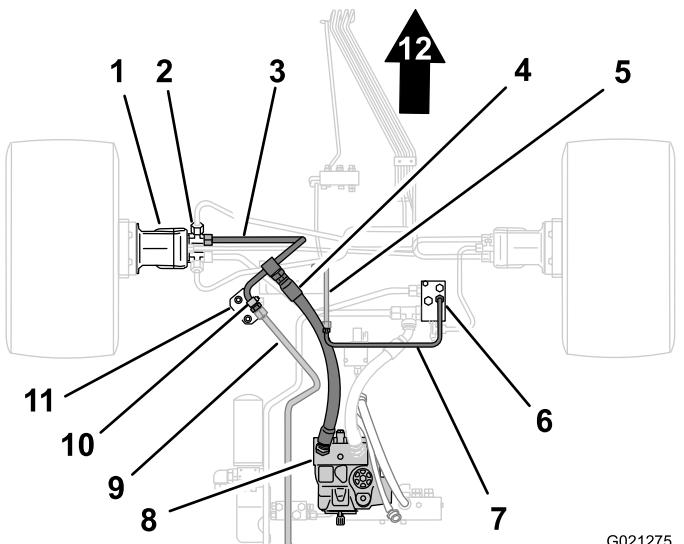
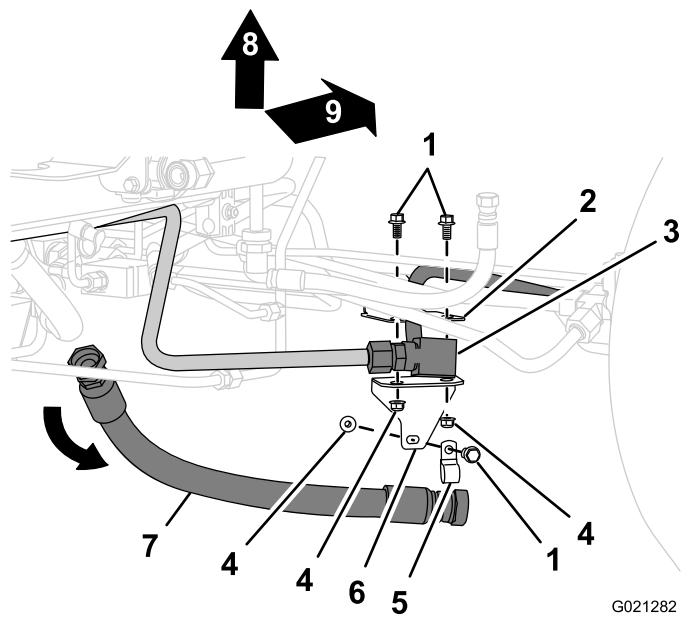

图 2
图 3
1. 在压力软管的前端下方放一个放油盘图 2。
2. 从分流器管内的接头卸下压力软管的前端将液压油从软管和管道中排出图 3。
3. 从液压泵中的接头卸下压力软管的后端然后取下压力软管参见图 2 和图 3。
2. 从后牵引歧管中的接头卸下十字管的管螺母图2或图3。
3. 从十字管中的接头卸下滤管的管螺母然后取下十字管图2或图3。
1. 卸下将分流器管固定至管道支架的螺栓和螺母然后取下夹具图 3 或图 2。
2. 卸下将管道支架固定到底盘支架的 2 个螺栓和 2 个螺母图 3 或图 2。
- 从左前牵引马达的 T 形接头卸下分流器管的管螺母然后从机器中取出管道 图 2 或 图 3。